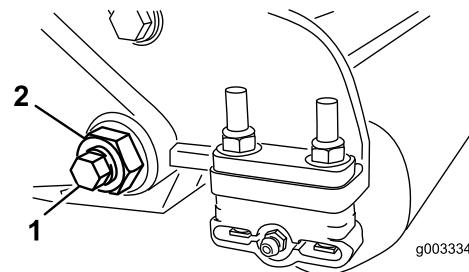
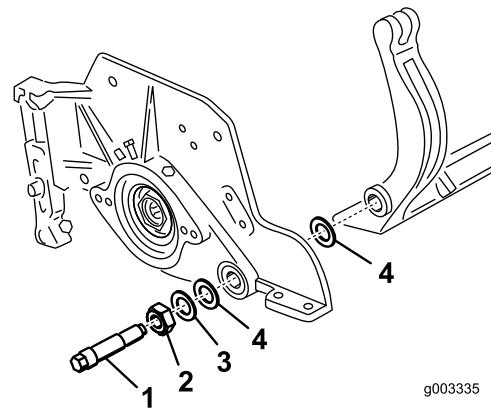

Figure 31
Figure 32
3. De chaque côté de la machine, desserrez le contre-écrou de fixation du boulon de la barre d'appui (Figure 31).
| 4. Retirez les boulons de la barre d'appui afin de pouvoir abaisser la barre et la déposer du boulon de la machine (Figure 31). Mettez de côté 2 rondelles en nylon et 1 rondelle en acier estampé à chaque extrémité de la barre d'appui (Figure 32). | |
4. Placez une rondelle en acier à l'extérieur de chaque rondelle en nylon (Figure 32).
Serrez les boulons de la barre d'appui à un couple de 27 à 36 N·m. Serrez les contre-écrous jusqu'à ce que les rondelles d'acier extérieures cessent de tourner et que le jeu axial soit supprimé, mais ne serrez pas excessivement et ne faites pas fléchir les plaques latérales. Les rondelles peuvent présenter un espace à l'intérieur (Figure 32).